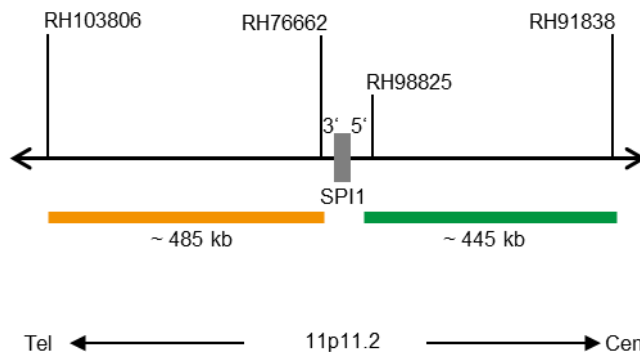

Abb. 1: SPEC SPI1 Sondenlokalisation (nicht maßstabsgetreu)
- ZyGreen (Anregung 503 nm/Emission 528 nm) markierten Polynukleotiden (~10,0 ng/μl), die gegen Sequenzen in 11p11.2* (chr11:47,424,117-47,867,019) gerichtet sind, welche proximal zur SPI1-Bruchpunktregion lokalisiert sind (siehe Abb. 1).
- ZyOrange (Anregung 547 nm/Emission 572 nm) markierten Polynukleotiden (~4,5 ng/μl), die gegen Sequenzen in 11p11.2* (chr11:46,871,411-47,354,083) gerichtet sind, welche distal zur SPI1-Bruchpunktregion lokalisiert sind (siehe Abb. 1).